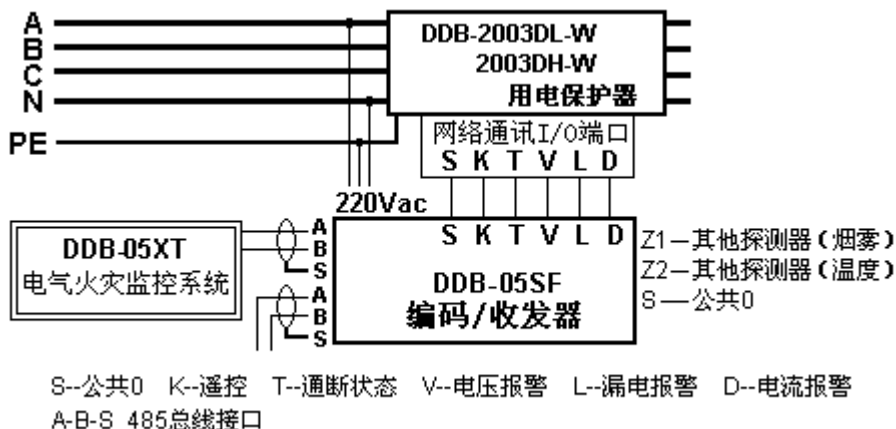

图 10 2003DL-W、DH-W 接入 05XT 监控系统
- 2003DH-W 型配备网络通讯 I / O 端口，与 DDB-05SF 编码/收发器连接，接入 DDB-05XT 监控系统（见第 31 页图 10）。